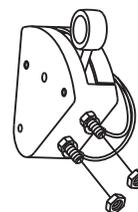

Figura 13. Conexión del interruptor de paro de seguridad
5. Retire una tuerca de 7mm de cada una de las terminales en el interruptor de paro de seguridad (Deje los dos cables existentes que están conectados al interruptor) (Figura 13).